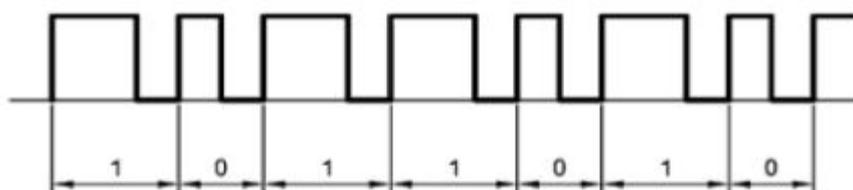

Рис. 20.3. Модуляция длительностью импульса
- модуляция длительностью импульса (Pulse Width Modulation). Длина пауз постоянна, импульсы большей длительности — логическая "1", меньшей — логический "0" (рис. 20.3).